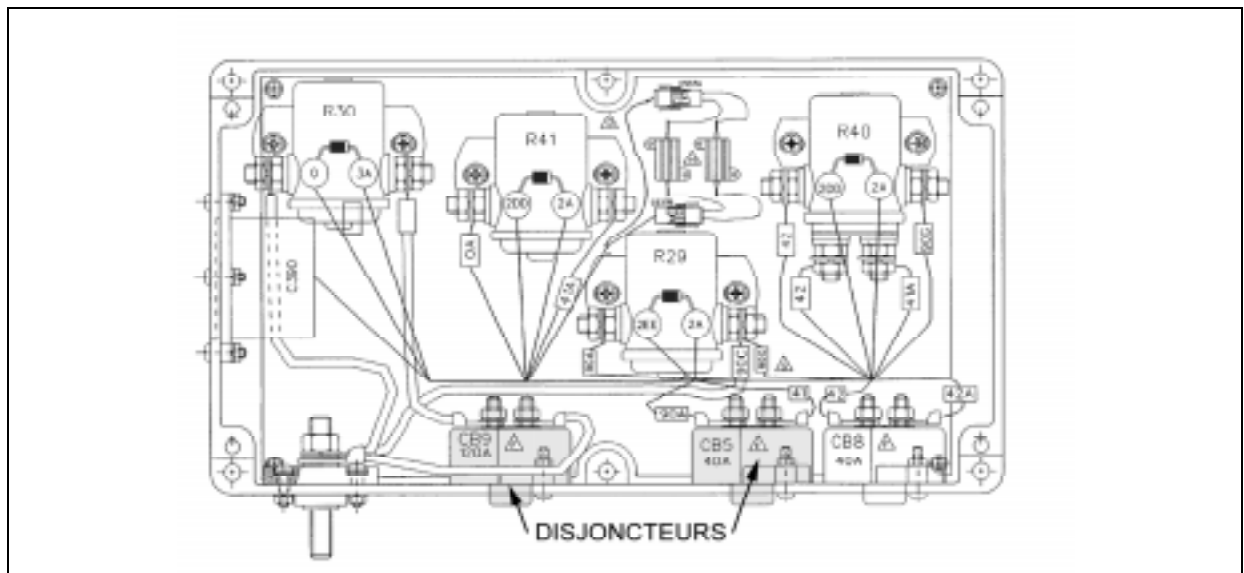

FIGURE 3 : DISJONCTEURS CB5 ET CB9
2. Dévisser le couvercle de la boîte de jonction A/C et identifier les disjoncteurs CB5 et CB9 (voir figure 3). Retirer les disjoncteurs.